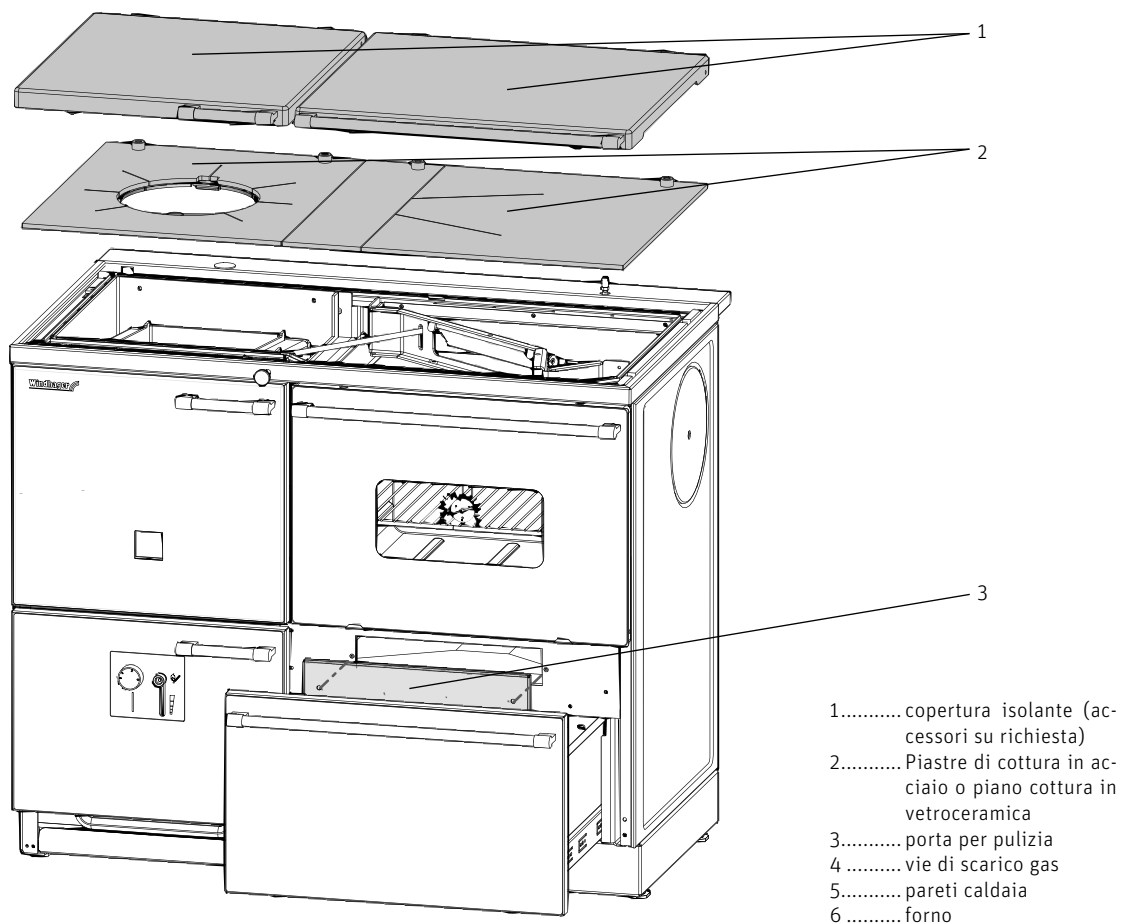

Fig. 13 Togliere copertura isolante e piastra di cottura in acciaio, pulirle e aprire lo sportello per la pulizia dietro il forno
- a) Togliere la copertura isolante (accessori su richiesta) – Fig. 13.
- b) Togliere la piastra e pulirla – Fig. 13.